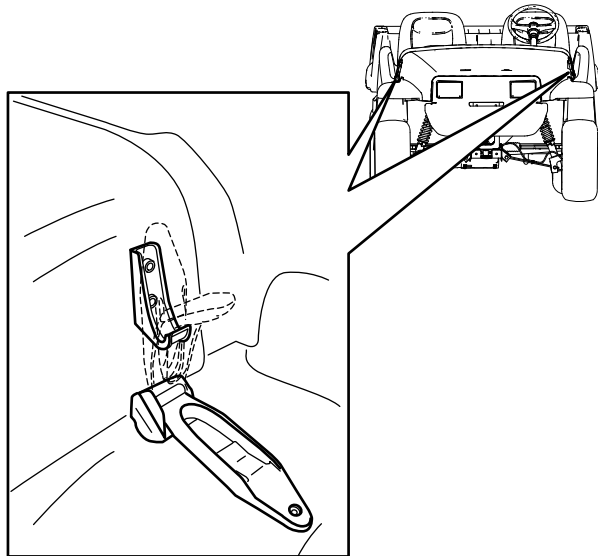

Figure 20
1. Soulevez la poignée des loquets en caoutchouc de chaque côté du capot (Figure 20).
2. Fixez le capot en place en alignant les loquets en caoutchouc sur les ancrages de verrouillage de chaque côté du capot (Figure 20).